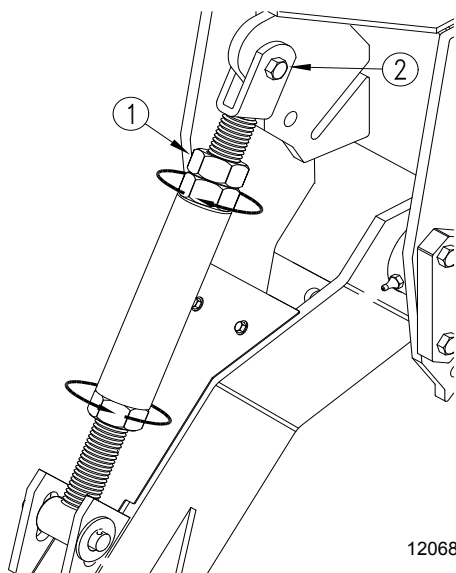

Рисунок 1-8
1. Ослабьте контргайку (1) возле верхней скобы винтовой тяги каждого копирующего колеса. См. Рисунок 1-8.
2. Закрепите болтом верхнюю скобу на верхнем крепежном отверстии (2), как показано на Рисунке 1-8.